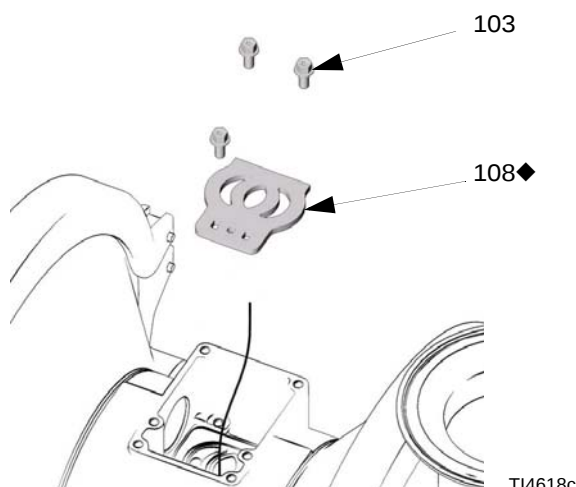

FIG. 9
5. Inspeccione la placa de la válvula (108) sin desarmarla. Si se encuentra dañada, use un destornillador Torx (T20) o una llave de tubo de 7 mm (9/32 in) para extraer los tres tornillos (103).
Retire la placa de la válvula (108). Consulte la FIG. 9.
2. Instale la placa de la válvula (108) en la cavidad, con la junta hacia abajo. Instale los tres tornillos (103) usando un destornillador Torx (T20) o una llave de tubo de 7 mm (9/32 in). Apriete hasta que el tornillo asome por la carcasa. Consulte la FIG. 9.